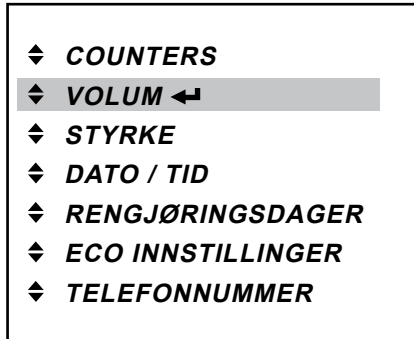

Fig. 39
1. Trykk enterknappen ← for å gå til «VOLUM» menyen (fig. 39).